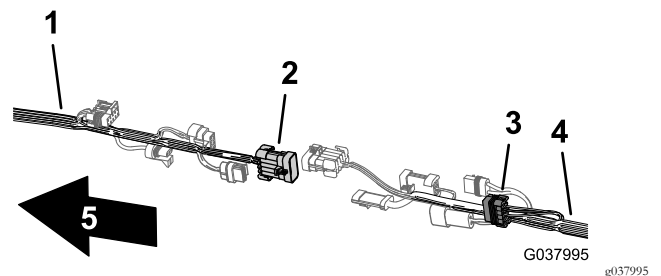

Figure 110
6. Branchez le connecteur à 10 broches du faisceau avant pour l'interconnexion du faisceau du pulvérisateur au connecteur à 10 douilles du faisceau arrière pour l'interconnexion du faisceau du pulvérisateur (Figure 110).